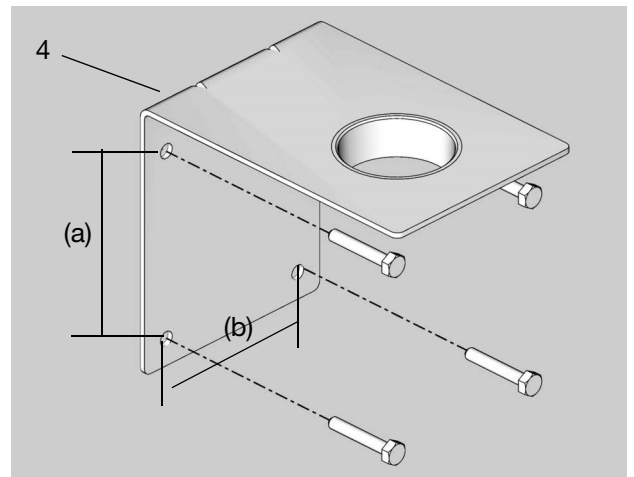

FIG. 5
1. Utiliser le support mural (4) comme modèle pour marquer et percer les trous dans le mur (FIG. 5).
2. À l'aide de 4 vis (fournies par l'utilisateur) assez longues pour maintenir correctement le support mural et la pompe, installer le support (4) sur le mur (FIG. 5).